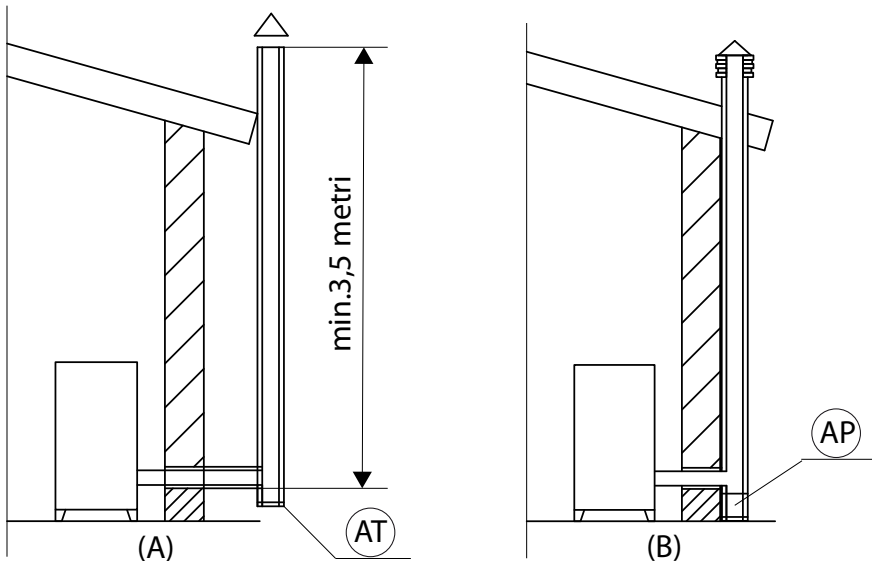

ABBILDUNG 1 - SCHORNSTEIN
Ein einfacher Schacht aus Zement muss entsprechend verrohrt werden. In beiden Fällen muss ein Inspektionsverschluss (AT) und/oder eine Inspektionsklappe (AP) und eine entsprechende Kondensatsammelvorrichtung vorgesehen werden - ABB.1.